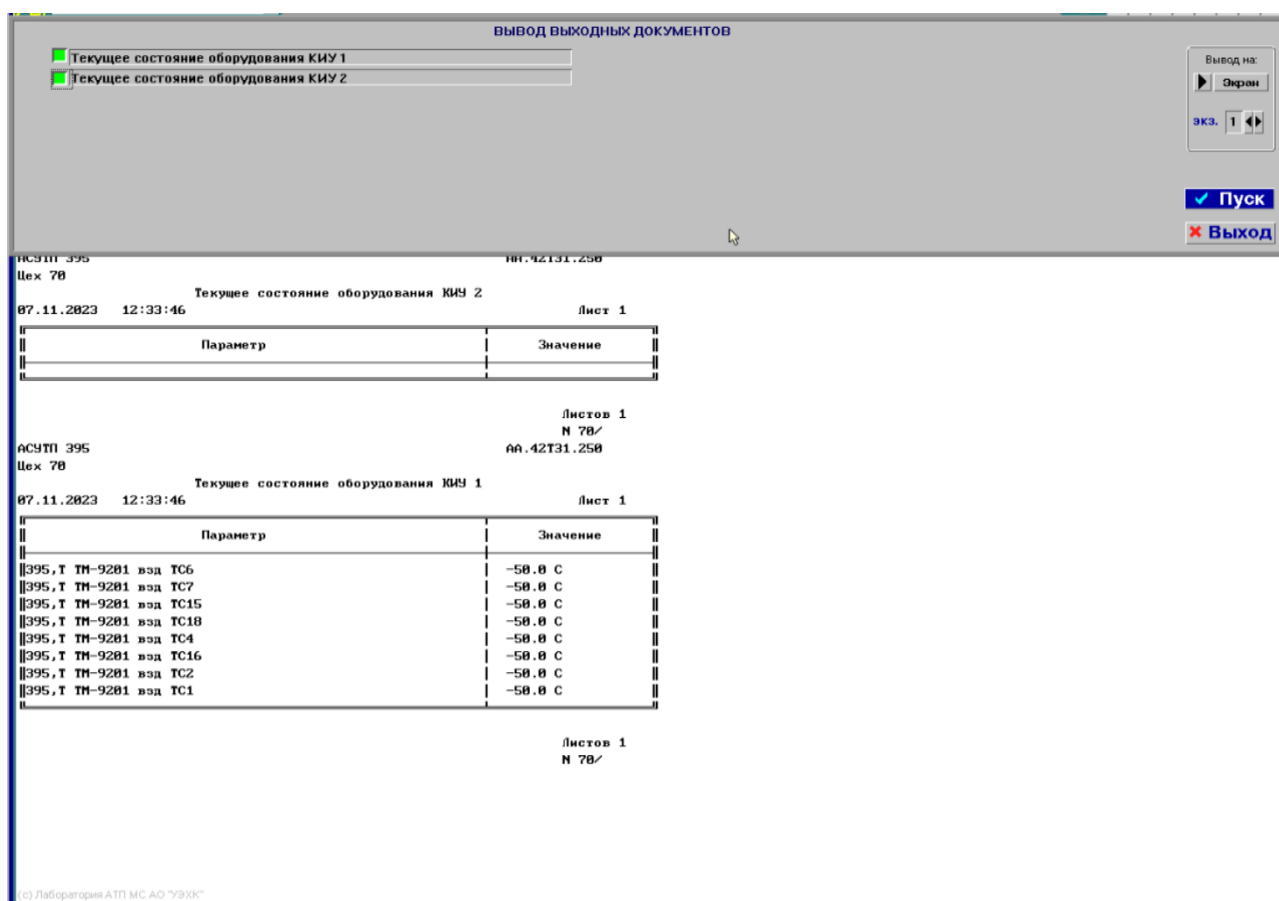

Рисунок 9 - Окно вывода выходных документов
7.10.4 Для получения данных выходных документов по запросу пользователя необходимо нажать «мышью» кнопку «Сервис», затем в появившемся меню выбрать тему «Вывод выход. документов». После этого на экране дисплея появится окно технологического контроля (пример, см. рис. 9).